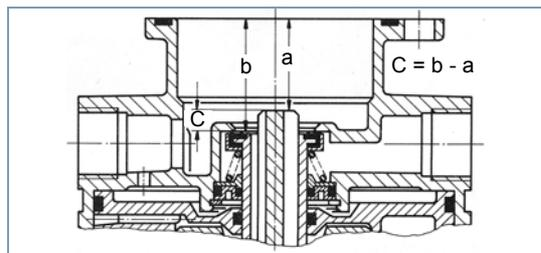

Fig. 3 Medida C
- Dimensiones a y b, dimensiones $C = b - a$ (ver fig. 3).